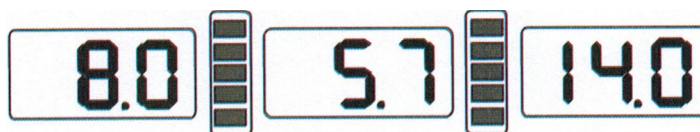

Fig. 7-1
Quand la machine est mise sous tension, l'initialisation commence automatiquement et se termine après 2 secondes. La machine entre automatiquement en mode naturel dynamique (serrez les poids sur le plan de correction sur les deux bords tranchants de la jante, voir figure 7-1, et est prête pour l'entrée des données de la jante.
Lorsque la jauge de largeur revient à la position zéro, la LED affiche les données montrées sur la figure 7-1.
1. Après la mise sous tension de la machine, quand l'initialisation est terminée (voir figure 7-1), installez une roue de taille moyenne relativement équilibrée et ajoutez un poids. Suivez les étapes du chapitre 7 pour entrer la taille de la jante.